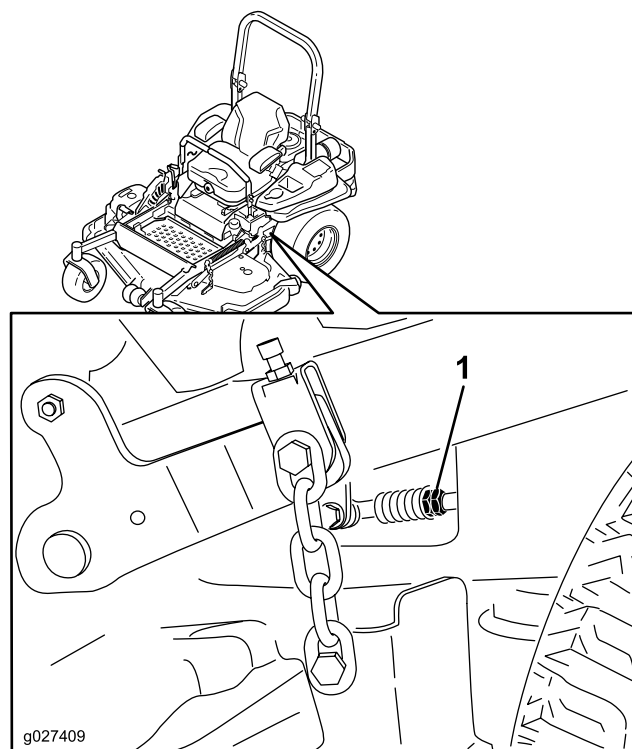

Figura 98
10. Ajuste la longitud de las varillas de control de las bombas girando las tuercas dobles de la varilla en el sentido apropiado, hasta que las ruedas se muevan ligeramente en marcha atrás (Figura 98).